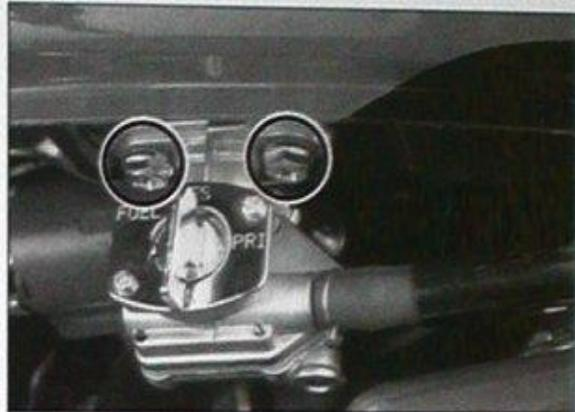

Bild 13
- Zwei Befestigungsschrauben ausdrehen und Hahn vom Tank abnehmen (Bild 13).